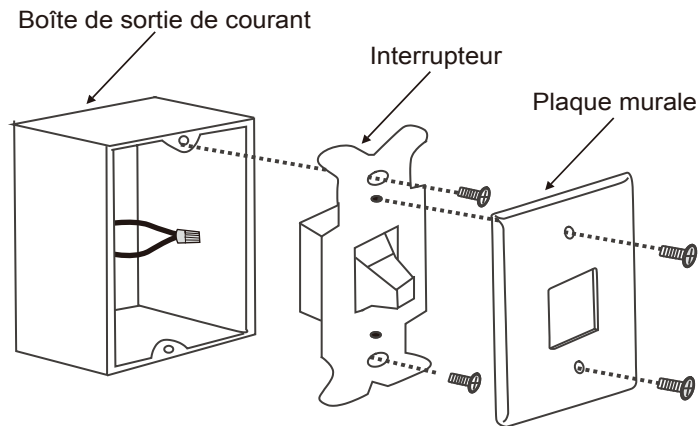

Fig. 28
Étape 1. Retirez la plaque murale existante et l'ancien interrupteur de la boîte de sortie de courant murale. Connectez les fils conducteurs NOIRS (sous tension) et repoussez-les dans la boîte de sortie de courant. (Fig. 28)